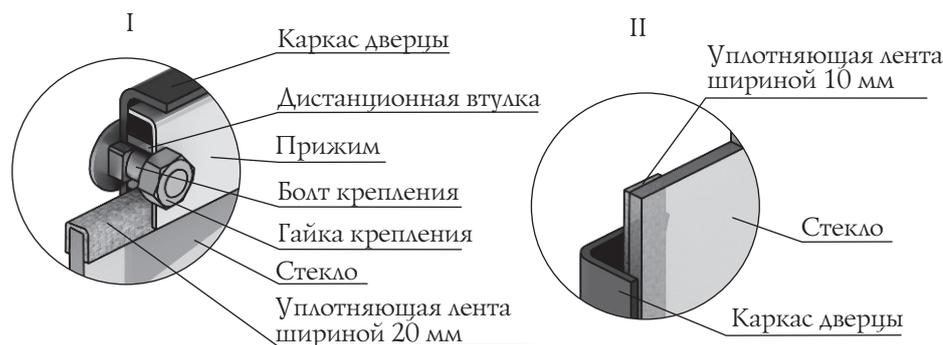

Рисунок 16. Крепление светорозрачного экрана дверцы модели «Витра»
1. Открутите две гайки, фиксирующие прижим (рисунок 16.I), и демонтируйте его и дистанционные втулки.
3. Возьмите новое стекло, если на нем нет уплотняющих лент, наклейте их: лента шириной 20 мм наклеивается сверху и снизу стекла «П»-образно (рисунок 16.I), лента шириной 10 мм наклеивается вертикально, вдоль боковых сторон стекла (рисунок 16.II).
4. Вставить стекло в упор, при этом лента наклеенная с боковых сторон (вертикальная) должна быть зажата между стеклом и каркасом дверцы (рисунок 16.II).